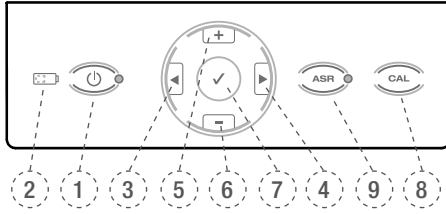

Abb. 4 Tastenfeld
- oder der Mikromotor wird gestartet, indem die Taste **BESTÄTIGEN** ✓ (7), Abb. 4 für 1,5 Sekunden gedrückt wird. Der Mikromotor kann durch Drücken einer beliebigen Taste oder durch Betätigen des Fußschalters wieder gestoppt werden. Um Batteriestrom beim Betrieb mit der Taste **BESTÄTIGEN** ✓ zu sparen, stoppt der Mikromotor automatisch nach 5 Minuten Nichtgebrauch.
Drücken Sie die Taste AN/AUS, um das Gerät auszuschalten. Die Batterie-LED (2), Abb. 4 leuchtet nicht, außer die Batterie wird geladen.
Die Kalibrierung CAL (8), Abb. 4 des Mikromotors stellt den Drehzahlwert jedes Mal automatisch ein, um die Genauigkeit des Drehmoments zu gewährleisten, wenn der Mikromotor ausgetauscht oder das Winkelstück ausgewechselt, autoklaviert und/oder geschmiert wurde.